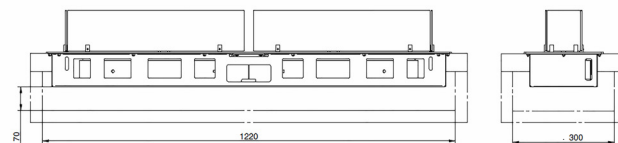

Рис. 7. Минимальные размеры пространства внутри корпуса
- Минимальное расстояние между корпусом и основанием рамы корпуса (рис. 7) - 70 мм.